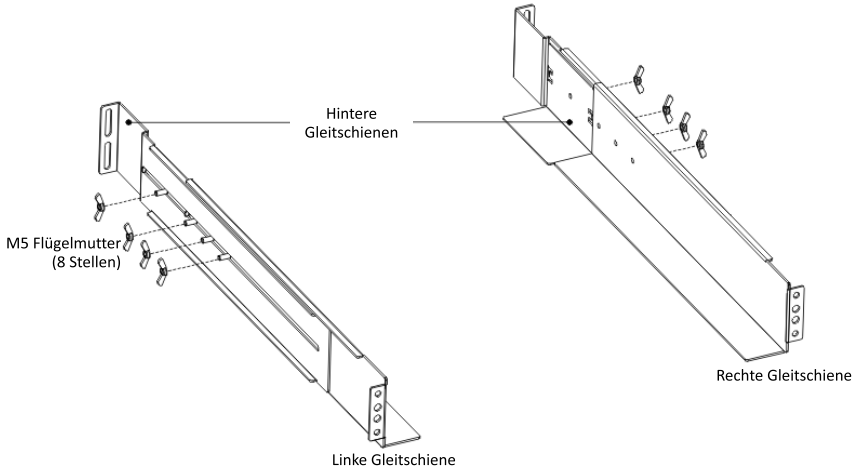

Abb. 2 Sichern der Gleitschiene
1. Montieren Sie die linken und rechten Gleitschienen an den hinteren Gleitschienen wie es in Abb. 2 dargestellt wird. Ziehen Sie die Schrauben nicht zu fest an.
3. Ziehen Sie vier selbstsichernde M5-Nietmutter in der seitlichen Gleitschienebaugruppe fest (siehe Abb. 2).